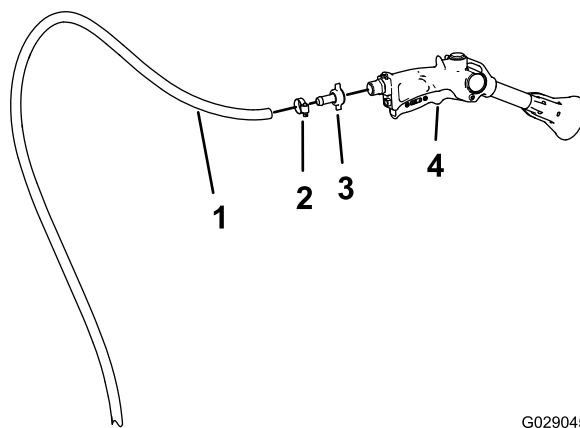

Figura 47
- Montate il raccordo dentellato della pistola a spruzzo sul raccordo nella pistola a spruzzo (Figura 47).
flessibile al raccordo con una fascetta stringitubo (Figura 47).